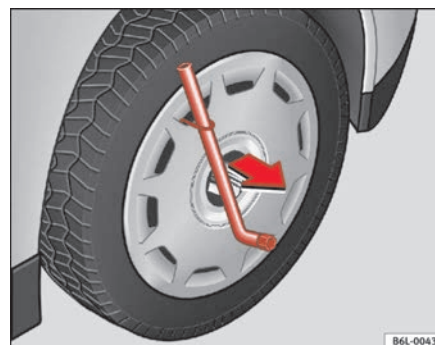

Fig. 132 Retirar embellecedor integral de rueda
- Retire el embellecedor integral de la rueda con el gancho de alambre. ⇒ **fig. 132**